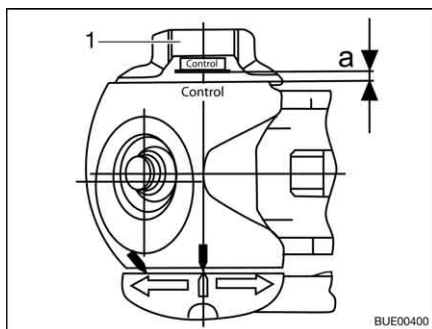

Bild 201 Slitagekontroll
- Vrid ratten (Bild 201, 1) tills vridmomentbegränsningen tydligt (och ljudligt) spärrar. Vridriktning: medurs.
- Avstånd $a > 0$ (Bild 201): Slitage inom tillåtna gränser.